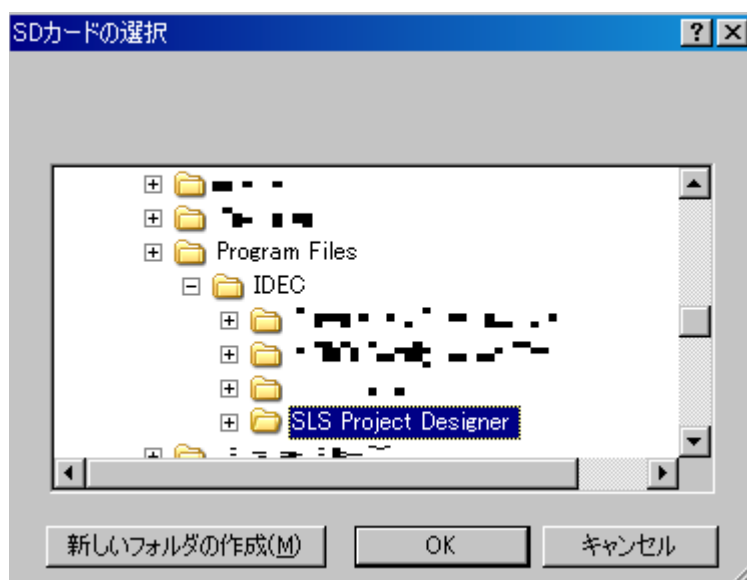

図 7-61 SD カード選択画面
- パソコンの SD カードの挿入口に SD カードをセットし、[保存]をクリックをすると、図7-61のSD カードの選択ウィンドウが表示されます。